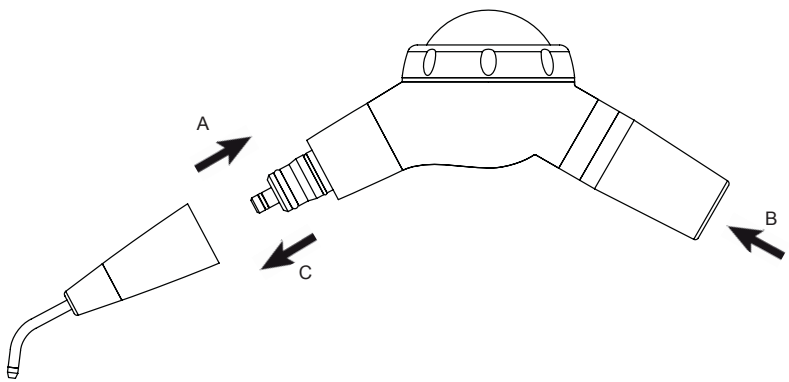

Fig. 3
- 1 Inserire il terminale anteriore pulitore (sterile) (Fig.3 - Rif.A) portandolo in battuta;
- 2 Collegare l'Easyjet pro alla turbina del riunito (Fig.3 - Rif.B);
- 1 Scollegare il terminale anteriore pulitore dal corpo Easyjet pro (Fig.3 - Rif.C).
- 4 Connettere il terminale pulitore anteriore al corpo Easyjet pro (Fig.3 - Rif.A).